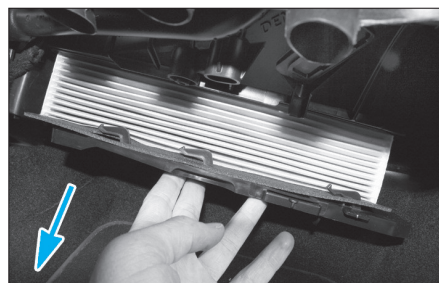

Fig. 3
- Extraire le filtre d'habitacle (Fig.3).